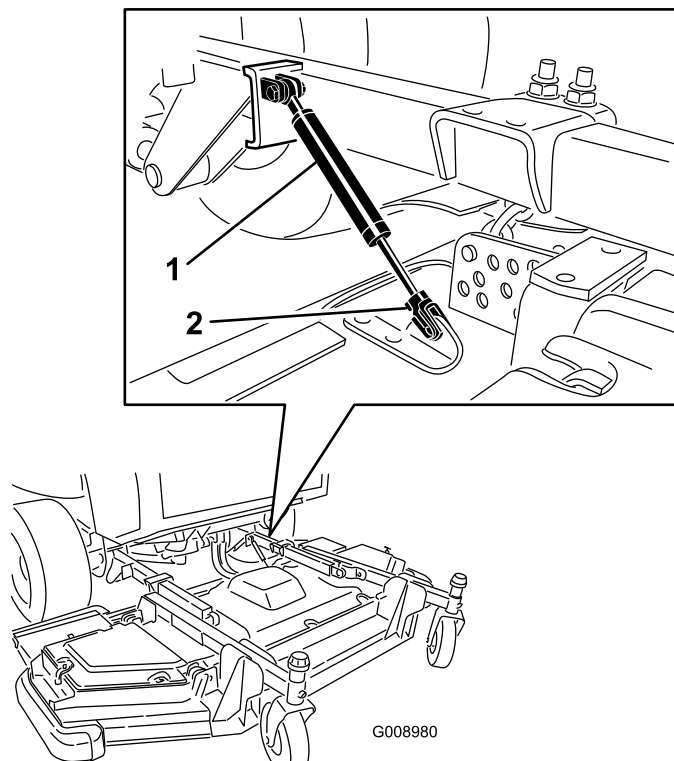

Figure 91
2. Retirez le clip de retenue et détachez l'ensemble amortisseur du plateau de coupe (Figure 91).